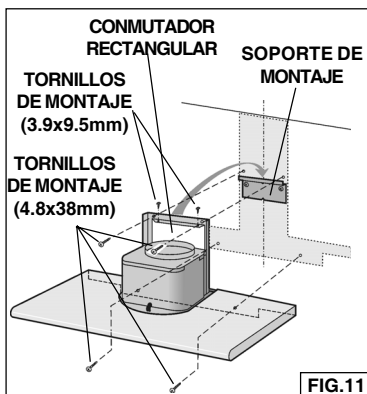

FIG.11
3. Alinee la abertura rectangular de la parte posterior de la campana con el soporte de montaje de la pared. Baje suavemente la campana hasta que encaje correctamente en el soporte. Fig. 11
4. Nivele la campana con tornillos de montaje (3.9x9.5mm) y asegúrela con (4) tornillos de montaje (4.8x38mm). Si no dispone de tachones de pared ni de marcos, utilice los soportes de muro de mampostería sin mortero suministrados. Fig. 11